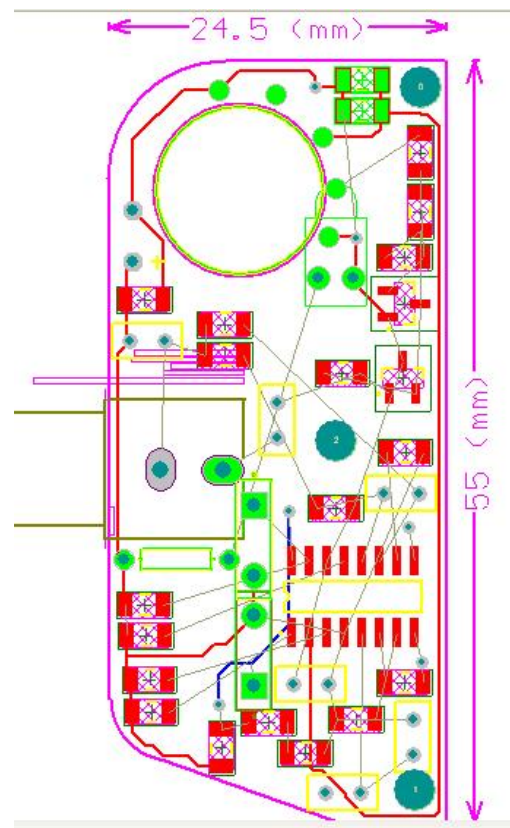

图4-46 预布线后效果图
5) 继续进行下一条导线布线, 将鼠标指针移动到某一焊盘上, 按住Ctrl键单击, 可完成本焊盘的自动连接。采用以上方式连接剩余导线, 在绘制过程中, 如遇到绕不开的导线, 需要拆除已布导线, 重新调整元器件位置或布线顺序。预布线后的效果图如图 4-46所示。